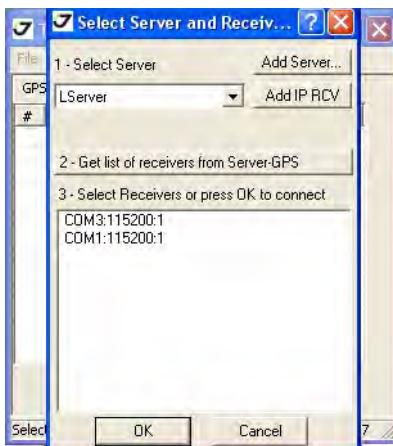

Рисунок 16. Подключение
- Запустите на ПК TriVU. Выберите порт, к которому подключен приемник (Рис. 16):